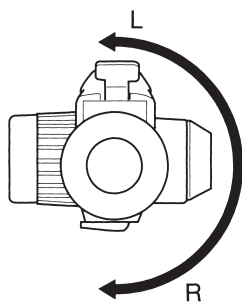

図9
- (1) ロックスリーブを①の方向に引きます。
- (2) バルブ本体を②の方向に180°回転させます。
- (3) ロックスリーブを放すとバルブ本体の回転はロックされます。
- (4) バルブ本体を左右に回し、ロックされている事を確認してください。
- (5) バルブ本体は、ハウジングに対して図9の示す範囲(180°)の回転ができます。それ以上の範囲は廻り止めとなっています。